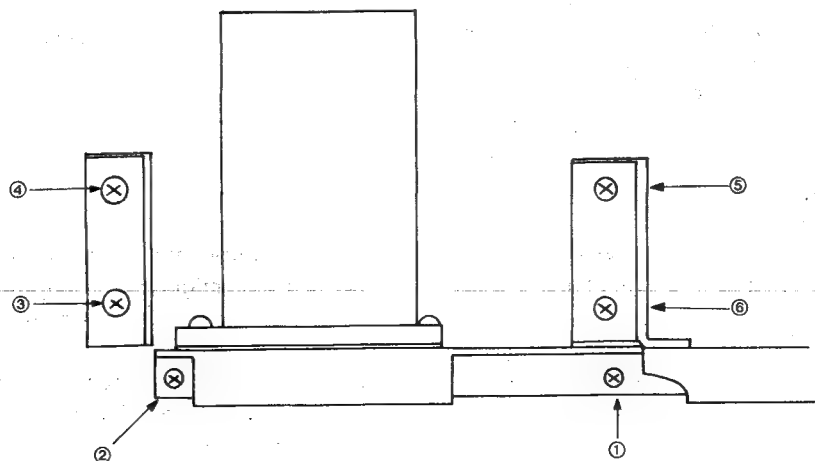

Abbildung 34 Rückansicht der Drehmechanismuseinheit (auf der rechten Seite)
- (7) Die in Abb. 34 gezeigten Schrauben ①, ②, ③, ④, ⑤ und ⑥ von der Drehmechanismuseinheit (auf der rechten Seite) abschrauben, und die Drehmechanismuseinheit von der Schreibblat tafel abnehmen. Die linke Drehmechanismuseinheit kann auf die gleiche Weise entfernt werden.
- (1) Unter Bezugnahme auf die Einbauzeichnung der Drehmechanismuseinheit in Abbildung 34 die Schraubenlöcher der Drehmechanismuseinheit auf diejenigen der Schreibblat tafel ausrichten. Dann die Schraube ① provisorisch einschrauben; diese Schraube dient als Bezugsschraube zum Bestimmen der Genauigkeit der Drehmechanismuseinheit.
- (2) Ebenfalls unter Bezugnahme auf Abbildung 34 die Schraube ② provisorisch einschrauben, die zum Bestimmen der Genauigkeit in vertikaler Richtung dient, und die Schraube ① fest anziehen. Dann die Schraube ② fest anziehen, und die Schrauben ③, ④, ⑤ und ⑥ in dieser Reihenfolge einschrauben.
- (3) Die linke Drehmechanismuseinheit wird auf die gleiche Weise eingebaut.
- (4) Die Schreibblat tafel mit befestigter Drehmechanismuseinheit am Hauptkörper anbringen und diese